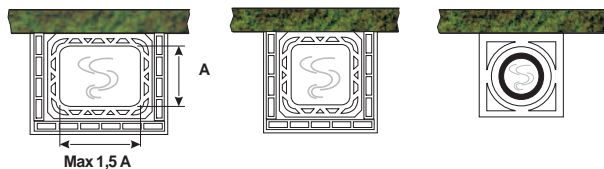
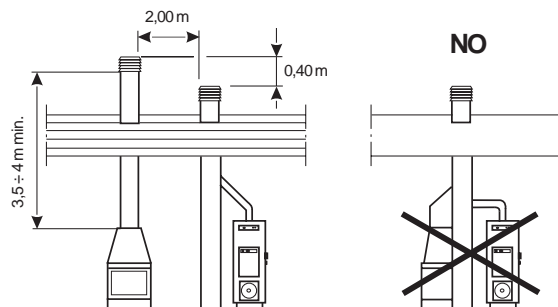

Fig. 5.2.1
Fig. 5.2.2
- Las dimensiones del **CAÑÓN DE HUMO** deben ser conformes con lo que está indicado en la ficha técnica (tiro medio 12 Pa con la puerta cerrada). Es aconsejable usar cañones aislados en refractario o acero inoxidable, de sección circular, con las paredes interiores que tengan superficie lisa (Fig.5.2.1). La sección del cañón deberá ser constante a lo largo de su entera extensión. Se aconseja una altura mínima de 3,5-4 m (ver Fig.5.2.2). Es oportuno prever, bajo la embocadura del canal de humo, una cámara de recolección para los materiales sólidos y la condensación eventual.
conseillé d'utiliser des conduits de fumée isolés, réalisés en matériau réfractaire ou en acier inox à section circulaire, avec parois intérieures à surface lisse (Fig. 5.2.1). La section du conduit de fumée doit être constante sur toute sa hauteur. Une hauteur minimum de 3,5÷4 m est conseillée (voir Fig.5.2.2). Il est préférable de prévoir, sous le départ de l'évacuation des fumées, un compartiment pour recueillir les matériaux solides et les condensats. Les conduits de fumée DÉLABRÉS, construits avec des matériaux non adéquats (fibro-ciment, acier zingué, etc. avec des surfaces intérieures rugueuses et poreuses) ne sont pas réglementaires et peuvent compromettre le bon fonctionnement de la cheminée.